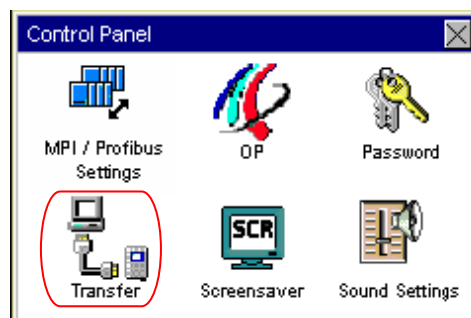

图 3.2.2 控制面板
2. 进入控制面板后，双击“Transfer”，如图 3.2.2 所示。